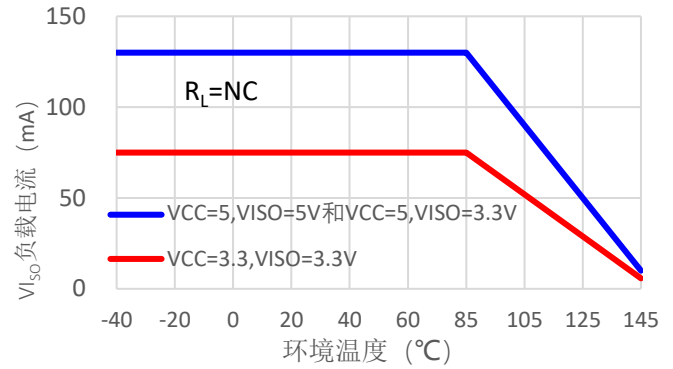

图 7.10-14
1. $DE = V_{CC}$, $\overline{RE} = 0V$, $DI = 0V$ 或 V_{CC} ; 当 $T_A > 85^\circ C$ 时, 最大负载可用电流应适当降低, 可参考图 7.10-14、图 7.10-16 和图 7.10-18;